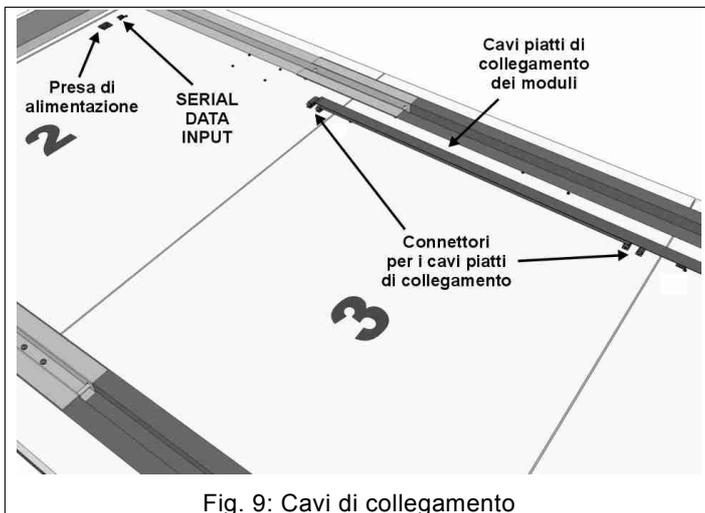
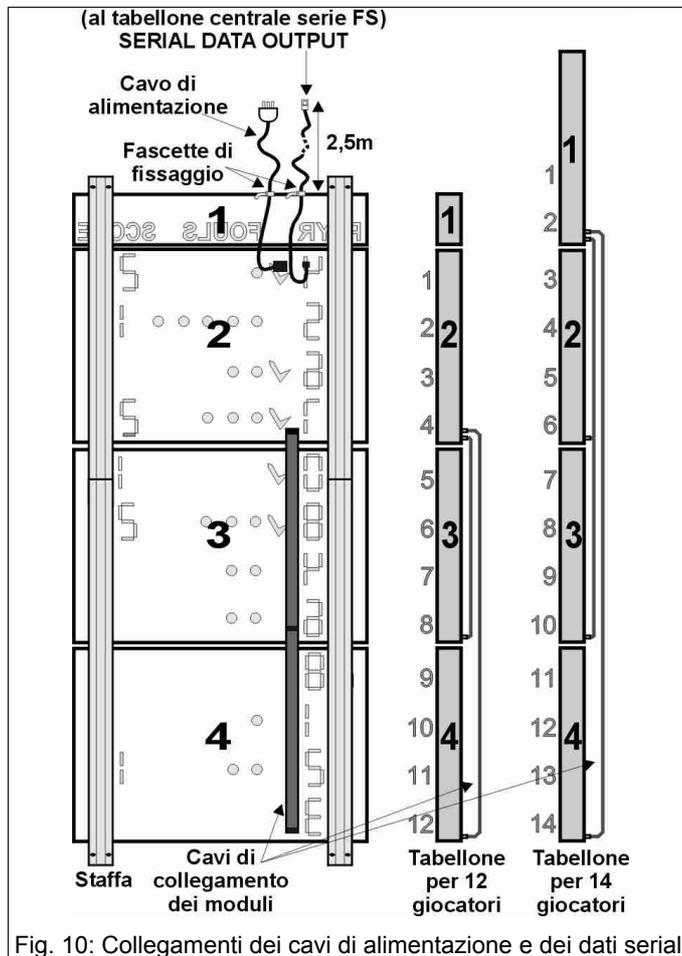

Fig. 9: Cavi di collegamento
Fig. 10: Collegamenti dei cavi di alimentazione e dei dati seriali
Dopo aver unito i vari moduli di un tabellone con le staffe, si può procedere al collegamento elettrico degli stessi. Sul retro dei moduli del tabellone sono presenti i seguenti connettori (Fig. 9):
1. Mediante gli appositi cavi piatti, collegare il modulo superiore ad ognuno degli altri moduli del tabellone (Fig. 9, Fig. 10).
2. Inserire il cavo di alimentazione nella apposita presa e poi, con la fascetta prevista allo scopo, fissarne l'altra estremità sulla parte superiore del pannello (Fig. 10); ciò per disporre della spina di alimentazione sopra il tabellone quando viene fissato alla parete.
3. Per ogni tabellone di visualizzazione dei falli/punti viene fornito un cavetto di 3 m, il quale deve essere inserito nel connettore "SERIAL DATA INPUT"; poi, lasciandone libera una parte di circa 2.5m, bloccarlo sopra il tabellone utilizzando la apposita fascetta (Fig. 10). Questo facilita il collegamento del cavo dati seriale una volta finita l'installazione alla parete.